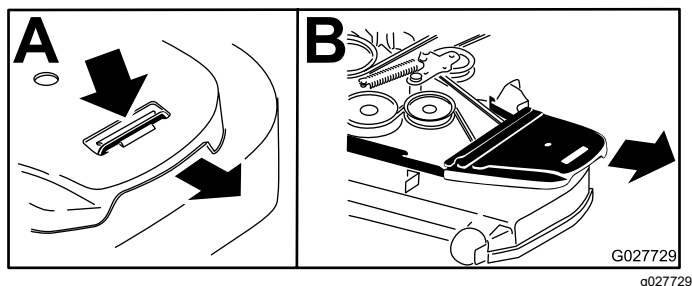

Figure 65
4. Déposez les protège-courroies (Figure 65).